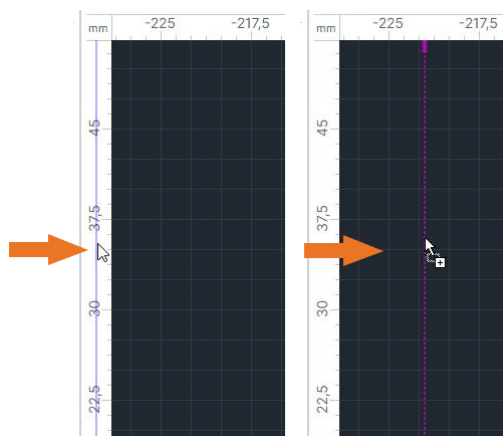

Рис. 238 Размещение направляющих линий
2. Удерживая кнопку мыши, переместите курсор в рабочую область и отпустите кнопку после того, как линия будет размещена в выбранном месте, см. Рис. 238.